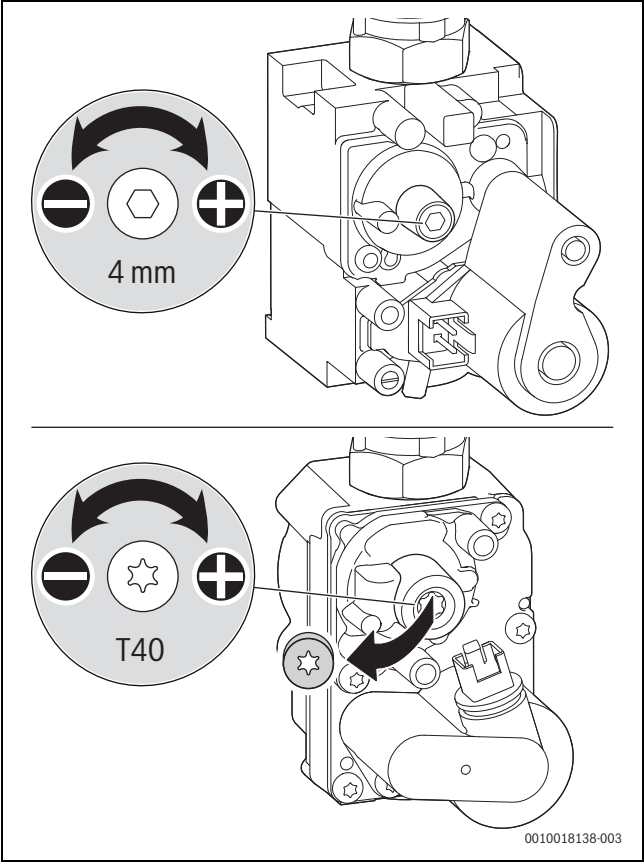

Fig. 37 Ajustar o teor de CO₂ ou de O₂
- Remover o selo de chumbo do parafuso de regulação do dispositivo de controlo do gás (apenas para dispositivos de controlo do gás inferiores na fig. 37) e ajustar o teor de CO₂ ou de O₂ para a potência calorífica nominal mínima.